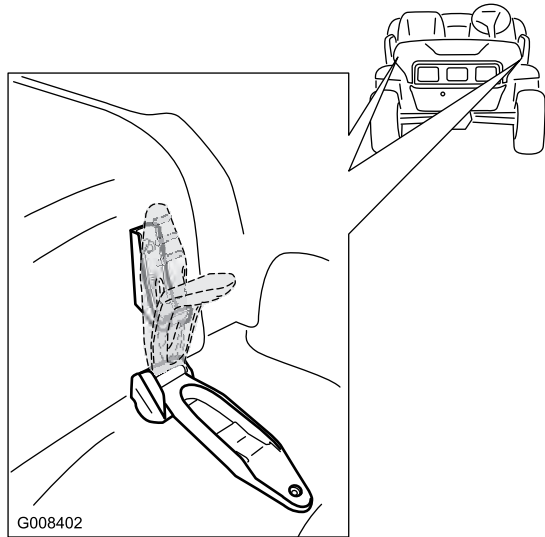

Figure 22
1. Desserrez les sangles en caoutchouc de chaque côté du capot (Figure 22).